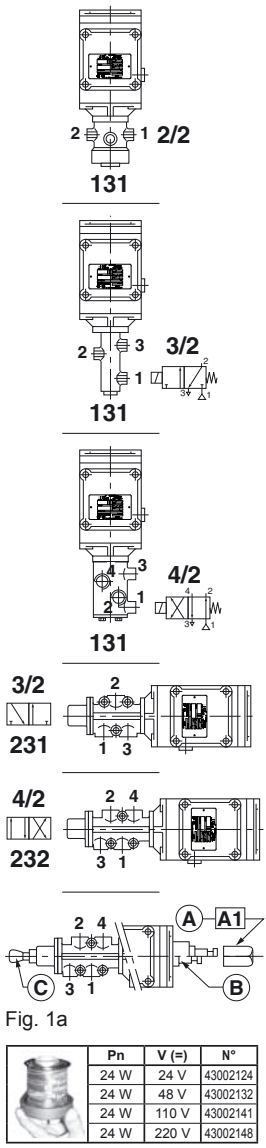
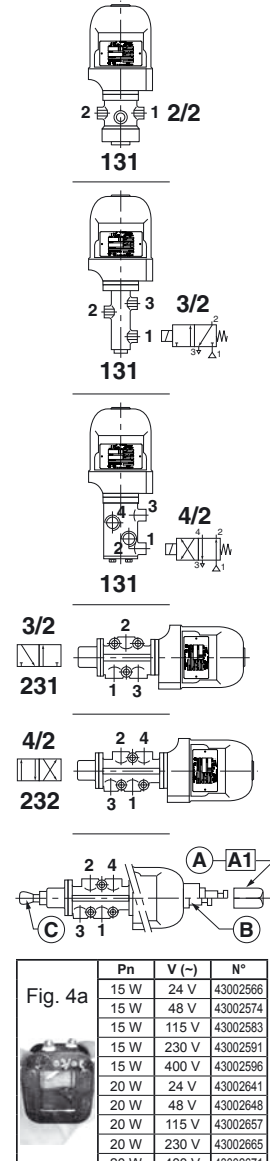

Fig. 1
Fig. 4
- As válvulas de solenóide da série 131 só podem ser montadas verticalmente com o operador de solenóide virado para cima (todas as versões (figs. 1 e 4)).
As válvulas de carretos das séries 231 e 232 só podem ser montadas horizontalmente. (figs. 1 e 4).
**Tipo CPV1 (figs. 1, 2 e 3)**
- Se existir uma placa de terminais (opcional), é necessário desmontar para retirar o conjunto da bobina. Para tal, desaperte 2 parcas (5), retire a placa de terminais e desmonte os 2 pinos de alinhamento no terminal da bobina (utilize uma ferramenta adequada para não danificar os 2 pinos de alinhamento) (3b).
- Certifique-se de que a unidade está posicionada correctamente quando a montar (3g) - o toque (G) tem de encaixar na forquilha (H) para que as patilhas fiquem viradas para a tampa.
**Tipo MPV1 (figs. 4, 5 e 6)**